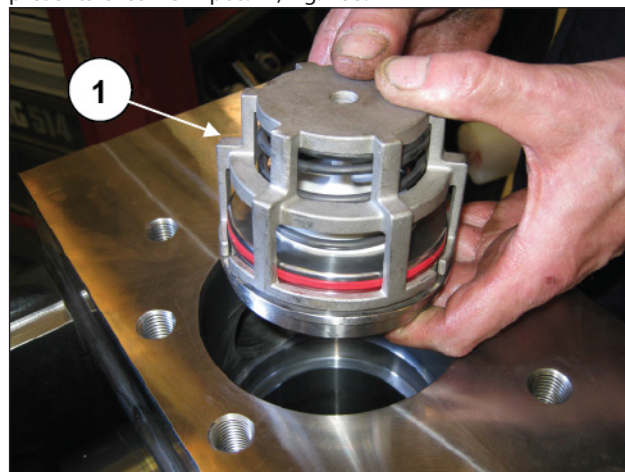
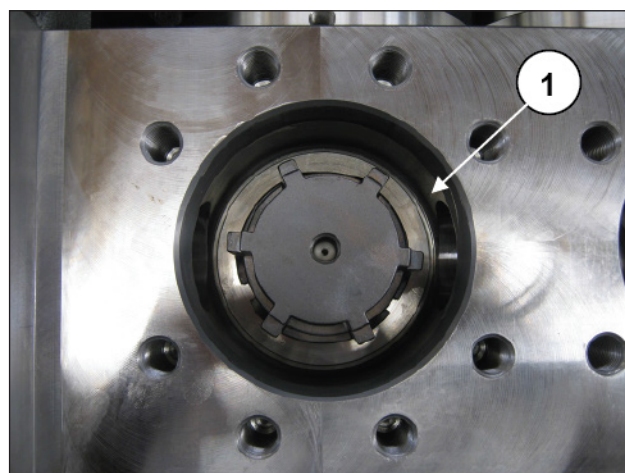

Fig. 185
Fig. 186
Inserire il gruppo valvola di mandata (pos. ①, Fig. 185). Il gruppo valvola deve essere inserito completamente a fondo e presentarsi come in pos. ①, Fig. 186.